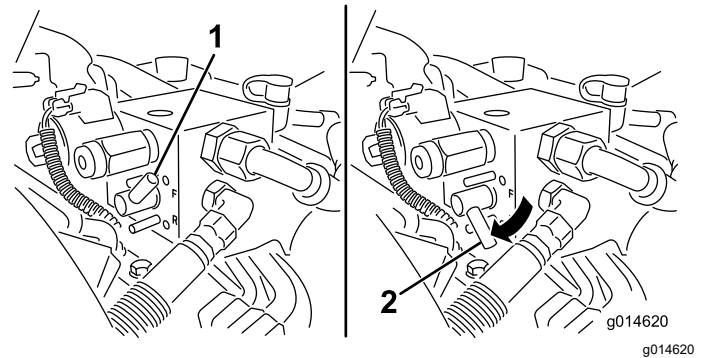

Figure 56
- Gire la palanca de autoafilado a la posición de MARCHA ATRÁS (R) (Figure 56).